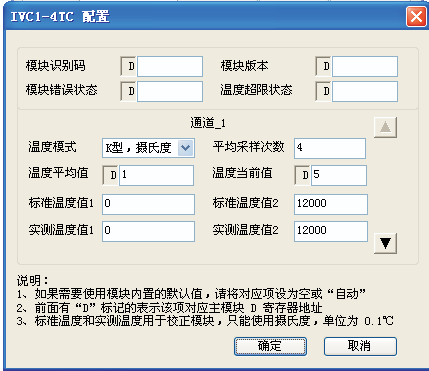
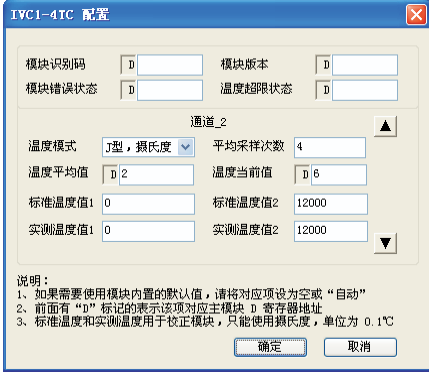
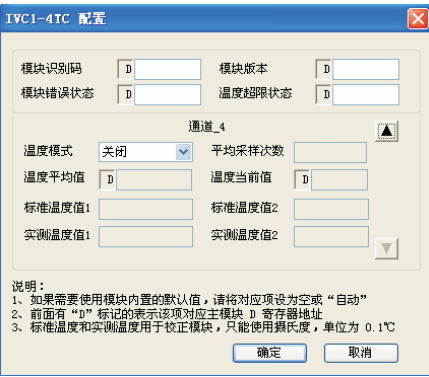

图 4-1 模块第 1 通道设置界面
图 4-2 模块第 2 通道设置界面
图 4-4 模块第 4 通道设置界面
9. BFM#4094：模块软件版本信息单元。自动显示在后台软件的 IVC1-4TC 配置界面面上的**模块版本**栏，见图 4-1。
输出第 1 通道设置界面如图 4-1，设置完成后，点向下的黑色按钮，继续设置输出第 2 通道、3 和 4，设置界面分别如图 4-2～图 4-4。进一步详细说明参见《IVC 系列可编程控制器编程参考手册》。